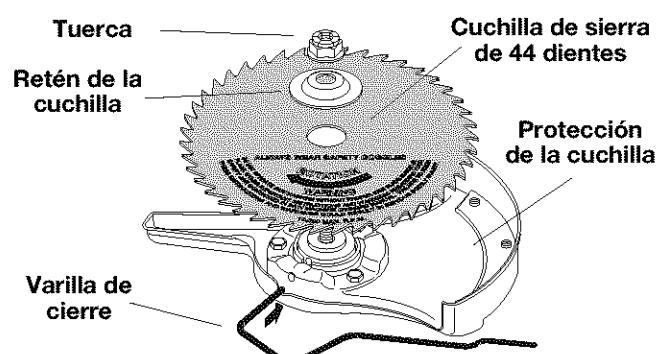
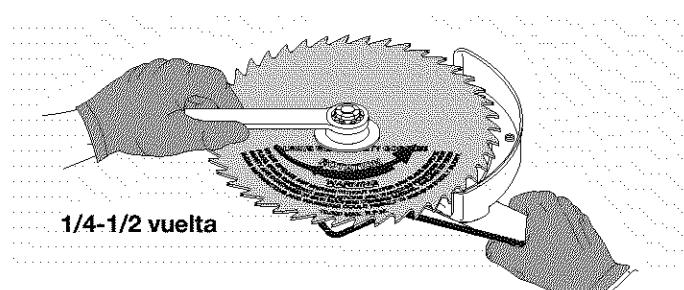

Fig. 8
Fig. 9
4. Instale la cuchilla, el retén de la cuchilla y la tuerca (Fig. 8). Inserte la varilla de cierre a través de la ranura en el orificio del eje de salida. Verifique que la cuchilla permanezca plana y centrada contra el eje de salida mientras ajusta la contratuerca en sentido antihorario (Fig. 9).
Si no tiene una llave de torsión, sostenga la varilla de cierre en la ranura. Gire la tuerca en sentido antihorario con una llave de boca cerrada de 5/8 de pulgada o con una llave de casquillo hasta que la tuerca haga contacto firme contra la arandela y la cuchilla esté ajustada sin hueco. Verifique que el ensamblaje de la cuchilla esté bien instalado, luego gire la tuerca de 1/4 a 1/2 vuelta más (Fig. 9).